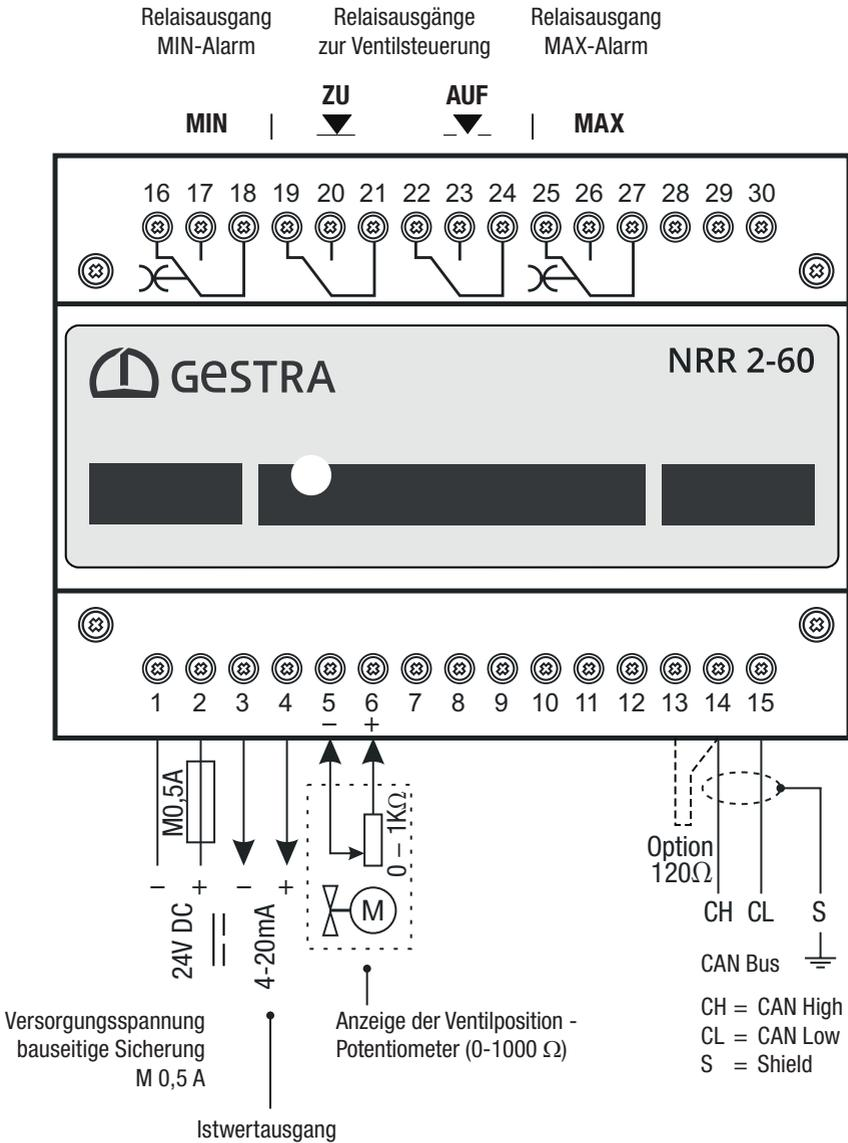
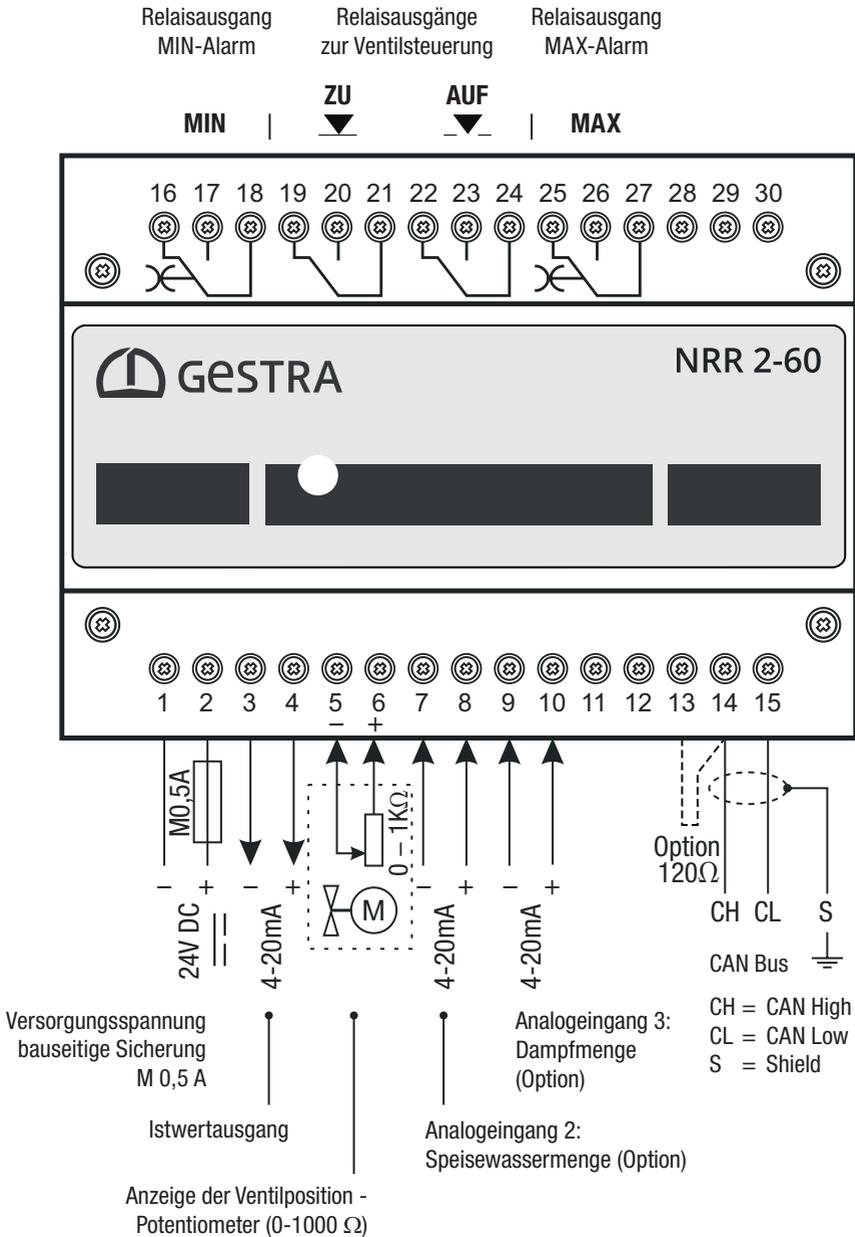

Fig. 6
Fig. 7
- Schließen Sie den Niveauregler und alle zugehörigen Komponenten gemäß den Anschlussplänen Fig. 6 / Fig. 7 in dieser Anleitung an.
- Schließen Sie die Ausgänge gemäß den Anschlussplänen Fig. 6 / Fig. 7 an.